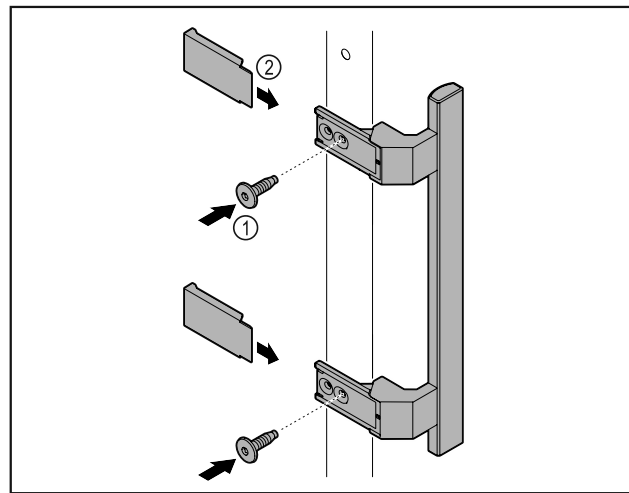

Fig. 7
- ▶ Rukturi no atsevišķā piederumu iepakojuma ar klāt pievienoto skrūvju Fig. 7 (1) palīdzību piestipriniet pie durvīm.
- ▶ Uzlieciet pārsegu Fig. 7 (2).